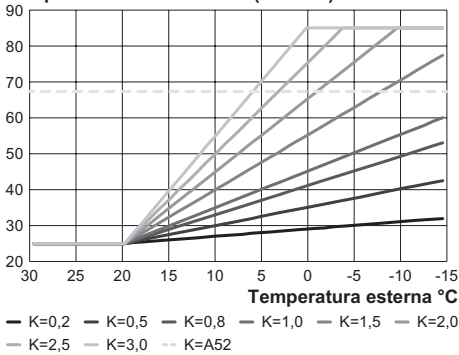
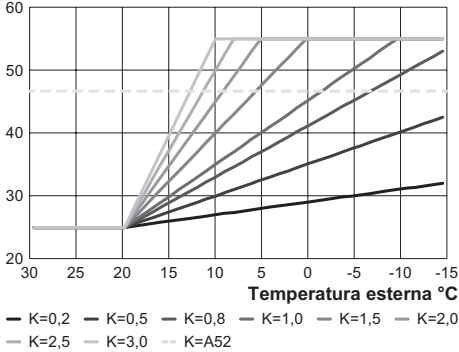
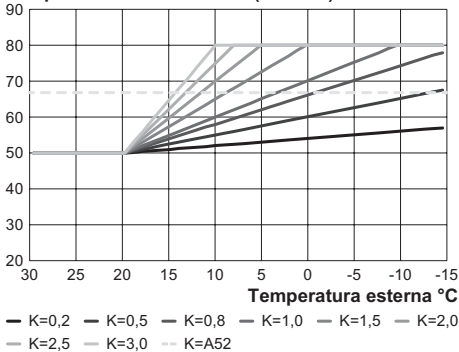

Figura 5.16
Figura 5.17
Figura 5.18
Con temperatura di regolazione riscaldamento **25-85°C** (Figura 5.16) o con temperatura di regolazione **25-55°C** (Figura 5.17) o con temperatura di regolazione **50-80°C** (Figura 5.18) (preimpostata di fabbrica) (vedere "Selezione del set temperatura riscaldamento" a pag. 38).
- Utilizzando i tasti 15 o 16 è possibile modificare il valore del parametro P08 da un minimo di **1,0** ad un massimo di **3,0** in base alla curva scelta del coefficiente K in Figura 5.17 (il valore letto sul display corrisponde a valori decimali di coefficienti K).